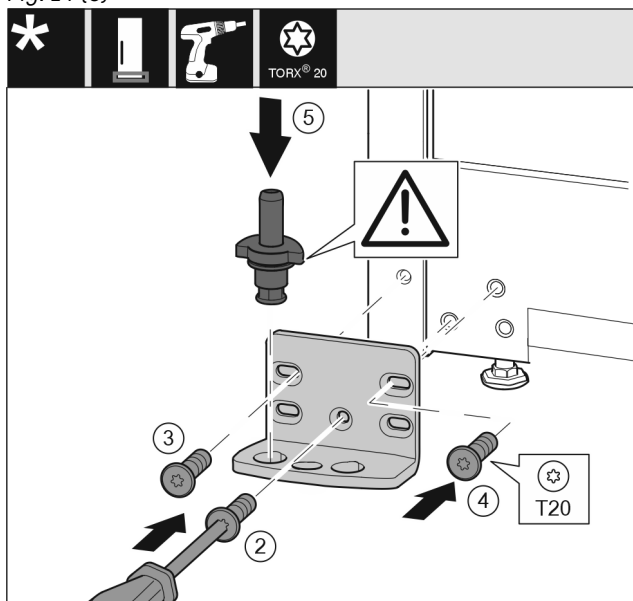

Fig. 15
- Εφαρμόστε το στήριγμα στην άλλη πλευρά και βιδώστε το με τη βοήθεια ενός κατσαβιδιού T20. Αρχίστε με τη βίδα 2 κάτω στο κέντρο. Fig. 15 (2)
- Σφίξτε τη βίδα 3 και 4. Fig. 15 (3,4)
- Τοποθετήστε ολόκληρο τον πείρο. Βεβαιωθείτε ότι το έκκεντρο ασφάλισης είναι στραμμένο προς τα πίσω. Fig. 15 (5)